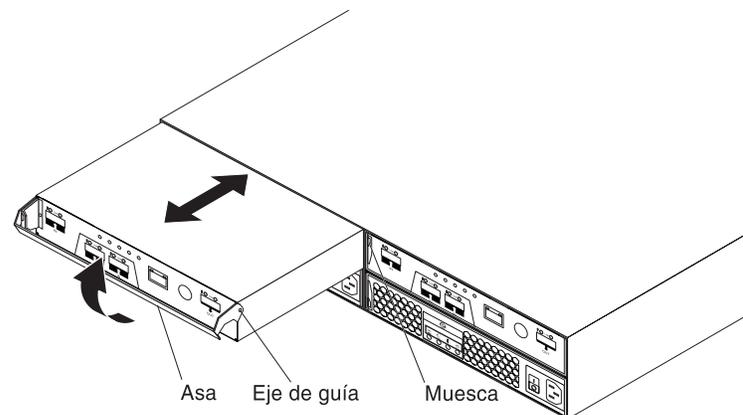

Figura 65. Extracción y sustitución de un controlador
- b. Asegúrese de que los ejes de guía del lateral del controlador coinciden con las muescas del chasis del DS3400. Consulte la Figura 65 en la página 103.